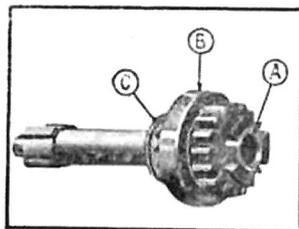

Fig. 152. — Pignon de renvoi à griffes.
- 9—Faire disparaître complètement au tour, la bague du pignon à griffes, emmancher à force dans le pignon une nouvelle bague et percer sur cette dernière les trous de graissage correspondant à ceux du pignon (fig. 152).